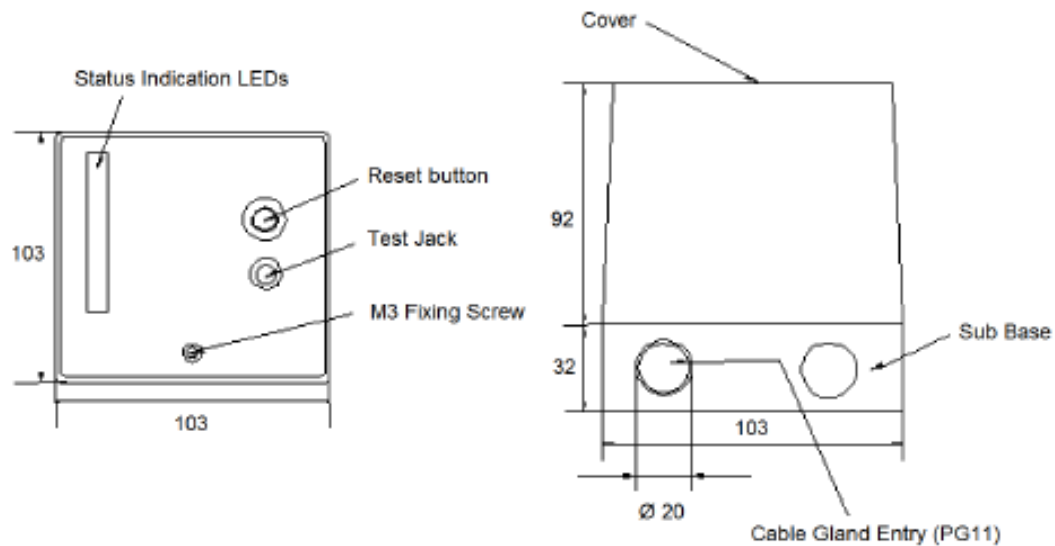

図 1. 外形寸法図(mm)
1. ドライバーを使用して、およそ 8 回転して、図 1 で示すように固定している M3 ネジをゆるめてください。
3. 図 1、2 で示すように配線のための必要な配線ノックアウト穴を打ち抜いてください、そして、配線を電線管に入れてください。